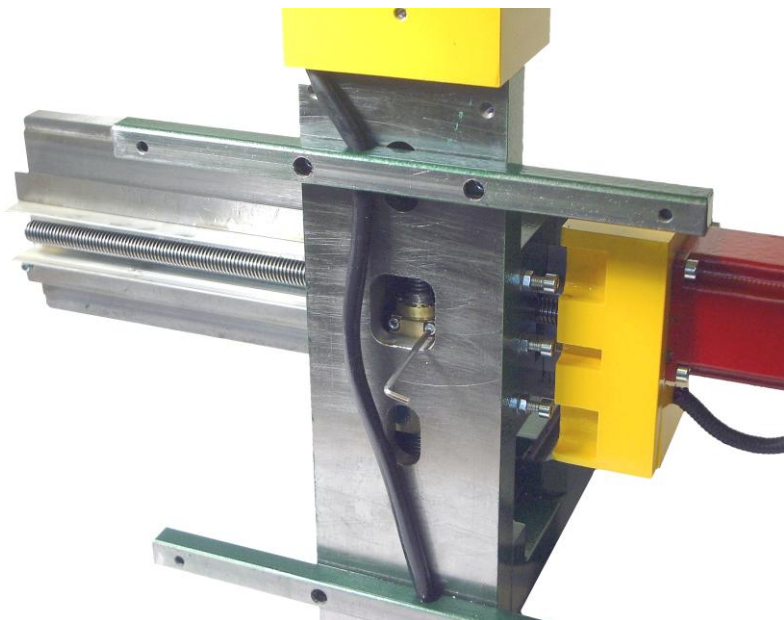

Рис. 11. Стопорные болты венца регулировки.
2.5.4.2 Сдвинуть стол так, чтобы в окне регулировки открылась передняя часть ходовой гайки с венцом регулировки и стопорными болтами венца регулировки (**Рис. 11**).
2.5.4.3. Ослабить стопорные болты венца регулировки (**Рис. 11**) при помощи шестигранного ключа **2.5**.
2.5.4.6 Затянуть стопорные болты венца регулировки (**Рис. 11**) при помощи шестигранного ключа **2.5**.